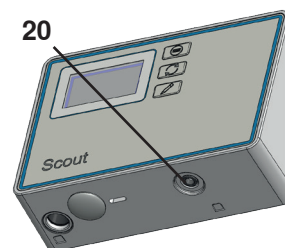

图 8
- ⇒ 将传感器的连接电缆插入编程和显示器的端口（图 8 的 20）。